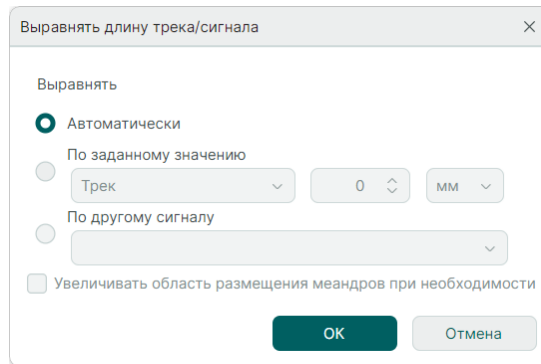

Рис. 388 Выбор режима «Автоматически»
5. Установите флаг в чек-бокс «Автоматически» и нажмите кнопку «ОК», см. Рис. 388.